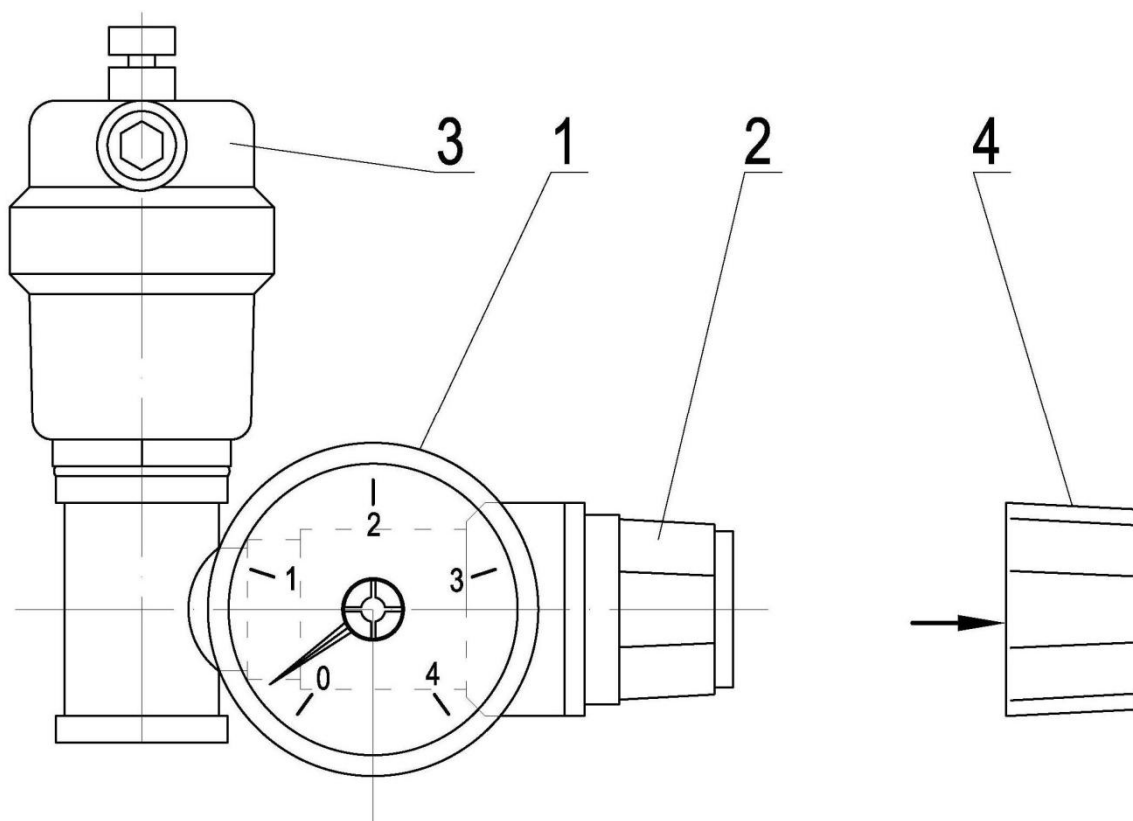

Рис.11
- Провести визуальный контроль целостности узлов входящих в состав предохранительной сборки *Рис.11*.
- Снять защитный колпачок (4), слегка потянув его по направлению стрелки.
- Повернуть рукоятку предохранительного клапана (2) против часовой стрелки до характерного щелчка, при этом стрелка манометра должна показать падение давления (отклониться влево).